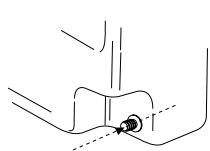

Fig. 2
- 2) De tank doorboren op de plek in de tuit. Wij raden aan een boor te gebruiken met een fijne punt .Fig. 2.